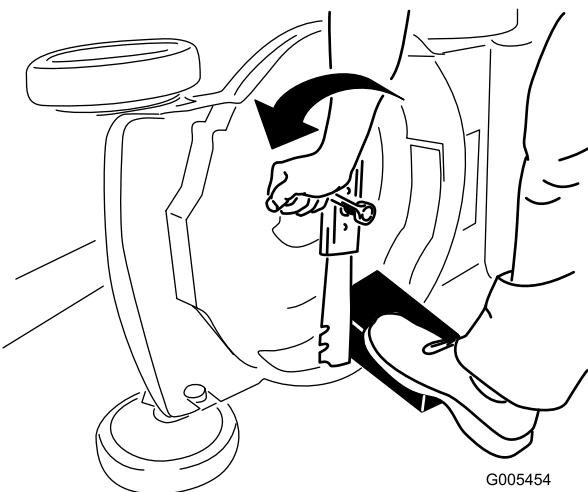

Рисунок 19
- Используйте деревянную подкладку для неподвижного удерживания ножа (Рисунок 19).
- Снимите нож, сохранив все крепежные детали (Рисунок 19).